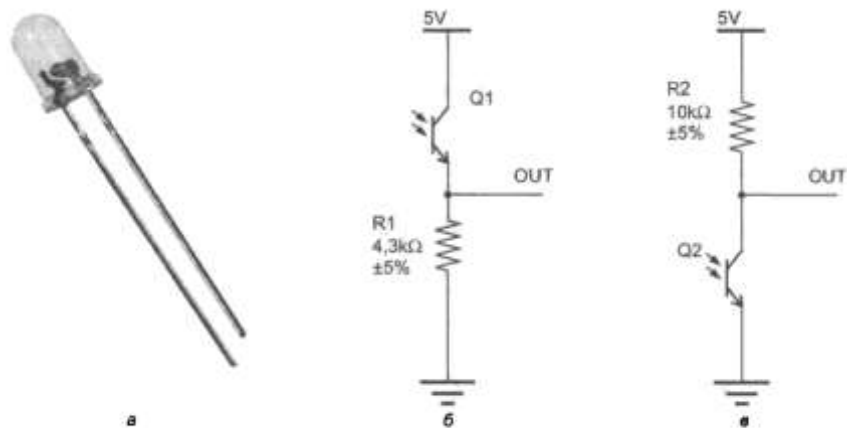

Рис. 9.4. Фототранзистор (а) и схемы подключения фототранзистора в качестве датчика освещенности (б и в)
3. Фототранзистор (рис. 9.4, **а**) не только преобразует световой поток в электрический ток, подобно фотодиоду или фоторезистору, но и многократно его усиливает. Визуально фототранзисторы могут не отличаться от фотодиодов, но подключаются и работают иначе. Схемы подключения фототранзисторов приведены на рис. 9.4, б и в. Основным преимуществом фототранзистора, как аналогового датчика, перед фотодиодом, представляющим собой пороговый, или цифровой, датчик, является возможность измерения уровня освещенности, что позволяет при определении цвета объекта фиксировать тона и полутона. Для этого следует подключать аналоговый выход OUT фототранзистора к аналоговым входам контроллера Arduino (АО-А5 или АО-А7 — в зависимости от модели контроллера). При этом робот должен будет экспериментально измерить уровень освещенности на белом фоне и уровень освещенности на черной линии, а затем проанализировать полученные значения в программе.